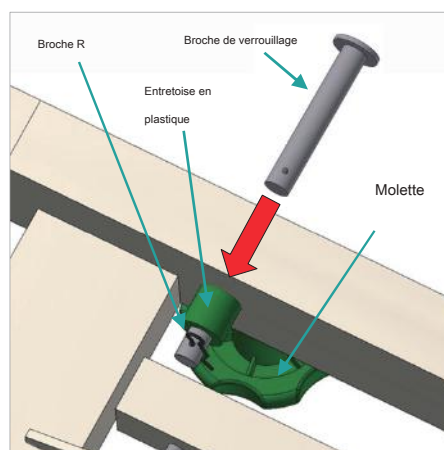

Figure 6: Sécurisation des sections de plate-forme
16. Serrez la molette centrale et insérez la goupille de verrouillage, l'entretoise en plastique et le clip en R (Figure 6). Répétez les deux côtés. Réappliquez les freins de la roulette.